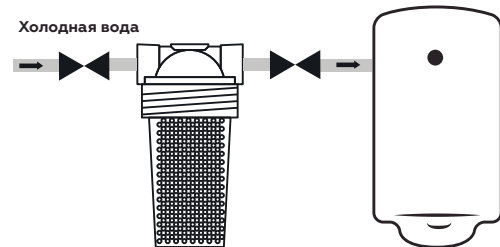

Рис. 2
2. Установите шаровые краны, согласно схемы подключения (рис.2).
3. Достаньте фильтр с упаковки, снимите зажимы (3).
4. Достаньте фитинги (6), смонтируйте их в магистраль (в случае необходимости используйте ФУМ ленту).
5. Соедините фильтр с фитингами и установите зажимы (3) на место.
6. Закрепите фильтр к стене с помощью кронштейна (5).